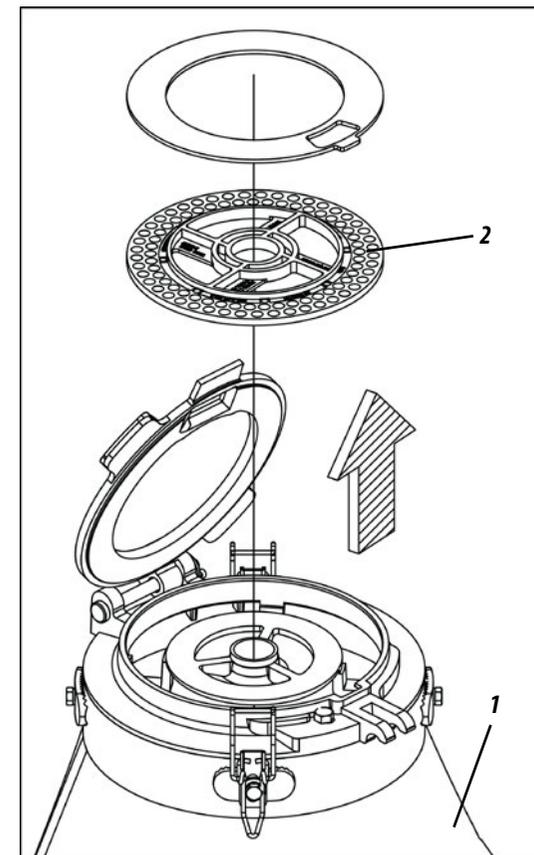

Figura 55
No fim de cada dia de trabalho, recomendamos esvaziar os depósitos de semente (1), retirar os discos distribuidores (2) e limpá-los, **conforme mostra a figura 55.**